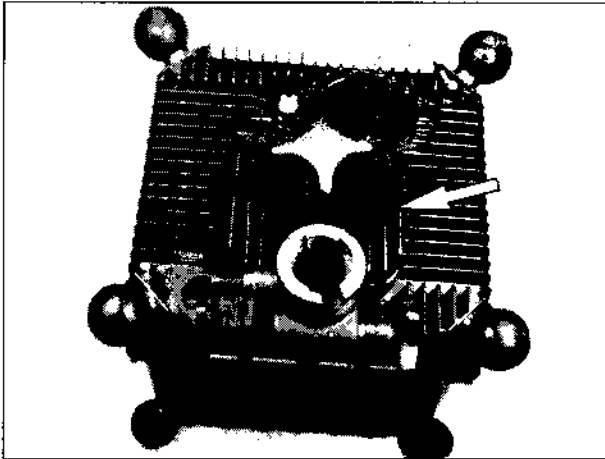

Bild 116
46. Konsole (Bild 116/Pfeil) von der RF-Einheit abbauen und verstauen.